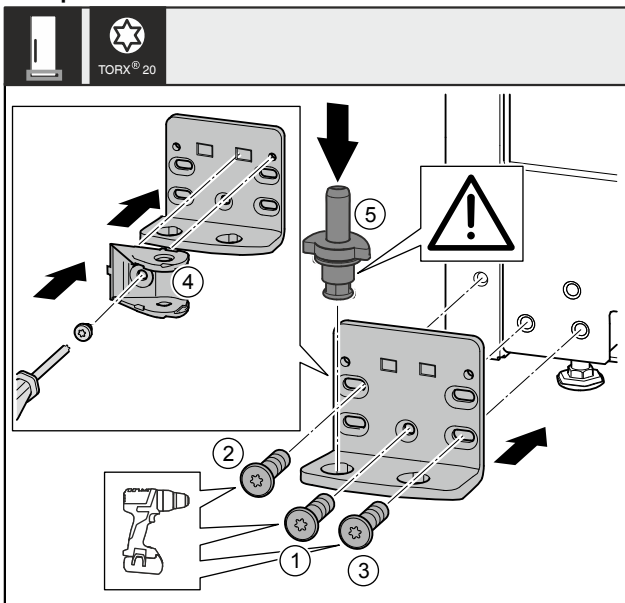

Fig. 38
- ▶ Aplicați suportul de lagăr pe partea opusă și înșurubați-l cu ajutorul unei șurubelnițe. Începeți cu șurubul Fig. 38 (1) de jos din centru.
- ▶ Înșurubați ferm șurubul Fig. 38 (2) și șurubul Fig. 38 (3).
- ▶ Rotiți îmbinarea amortizorului de închidere Fig. 38 (4) cu 180°. Înșurubați pe partea opusă a suportului de lagăr cu șurubelnița.
- ▶ Introduceți complet bolțul de lagăr Fig. 38 (5). Aveți grijă aici ca respectiva camă de fixare să fie îndreptată către înapoi.